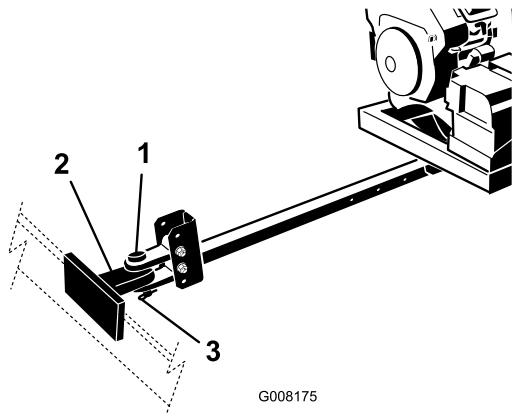

图5
- 使用挂钩销和 U 形销将吹风机挂钩连接到牵引车挂钩上（图5）。